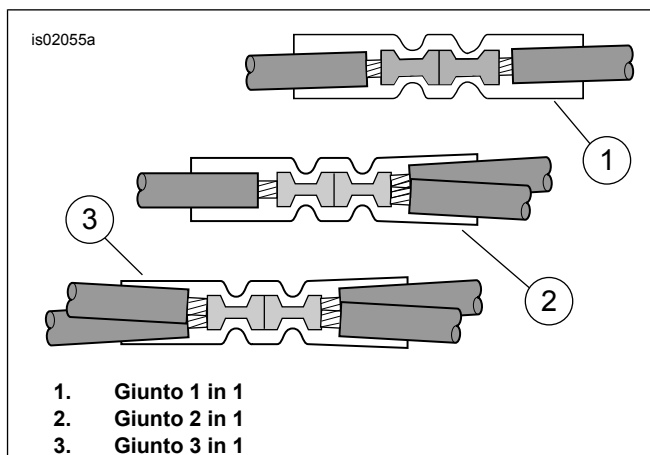

Figura 15. Configurazioni di giuntaggio
3. Vedere Figura 15, la configurazione di giuntaggio 2 in 1. Servendosi di un connettore a giunto di testa a tenuta **rosso** (Figura 27, elemento 4) preso dal kit, giuntare il filo nero del telecomando della porta del garage ai fili **neri** provenienti dal faro anteriore. Spelare la guaina del cablaggio del trasmettitore quanto basta per facilitare l'esecuzione dei giunti.
1. Vedere Figura 15, la configurazione di giuntaggio 2 in 1. Prendere un connettore a giunto di testa a tenuta **rosso** (Figura 27, Elemento 4) dal kit e giuntare il filo nero (13) del kit con il filo di massa nero del trasmettitore in base alle istruzioni riportate nell'appendice del manuale di manutenzione. Far slittare il tubo di protezione (10) dal kit oltre il filo di massa giuntato.
4. Selezionare il terminale ad anello da 6,4 mm (1/4 in) (7) prendendolo dal kit. Giuntare il terminale ad anello sul filo nero del trasmettitore secondo le istruzioni della pinza per il giuntaggio Packard riportate nell'appendice del manuale di manutenzione.
4. Vedere Figura 15, la configurazione di giuntaggio 2 in 1. Servirsi di un connettore a giunto di testa a tenuta **rosso** (Figura 27, Elemento 4) preso dal kit per giuntare il filo di alimentazione del cablaggio del dispositivo di apertura della porta del garage con i fili arancione/bianco del cablaggio principale, come da istruzioni riportate nell'appendice del manuale di manutenzione.
6. Vedere Figura 15, la configurazione di giuntaggio 1 in 1. Servirsi di un connettore a giunto a tenuta **blu** (Figura 27, elemento 5) preso dal kit per giuntare il filo di alimentazione del cablaggio del dispositivo di apertura della porta del garage con il filo dell'adattatore, come da istruzioni riportate nell'appendice del manuale di manutenzione.
3. Vedere Figura 15, la configurazione di giuntaggio 2 in 1. Servirsi di un connettore a giunto di testa a tenuta **rosso** (Figura 27, elemento 4) preso dal kit per giuntare il filo di alimentazione del cablaggio del dispositivo di apertura della porta del garage con i fili arancione/bianco tagliati, come da istruzioni riportate nell'appendice del manuale di manutenzione.
6. Vedere Figura 15, la configurazione di giuntaggio 1 in 1. Servirsi di un connettore a giunto di testa a tenuta **blu** (Figura 27, elemento 5) preso dal kit per giuntare il filo di alimentazione del cablaggio del dispositivo di apertura della porta del garage con il filo dell'adattatore, come da istruzioni riportate nell'appendice del manuale di manutenzione.
3. Vedere Figura 15, la configurazione di giuntaggio 2 in 1. Servirsi di un connettore a giunto di testa a tenuta **rosso** (Figura 27, elemento 4) preso dal kit per giuntare il filo di alimentazione del cablaggio del dispositivo di apertura della porta del garage con i fili arancione/bianco del cablaggio principale, come da istruzioni riportate nell'appendice del manuale di manutenzione.